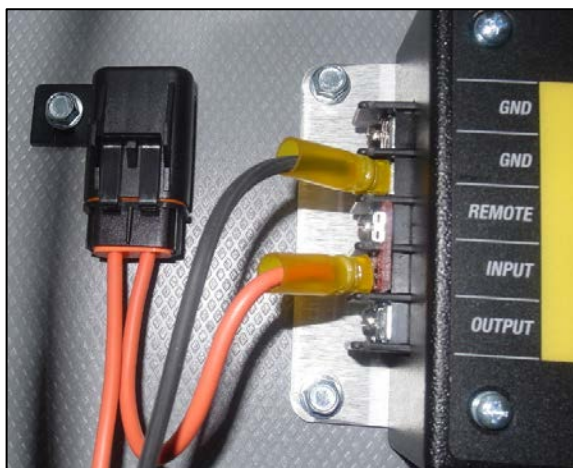

FIGURE 4
7. Avant d'installer le convertisseur sur le mur du compartiment électrique, connecter le fil avec terminal à fourchette du porte-fusible à la connexion "INPUT" du convertisseur (Figure 4).
8. Connecter le fil noir avec terminal à fourchette à l'une des connexions "GND" du convertisseur (Figure 4).